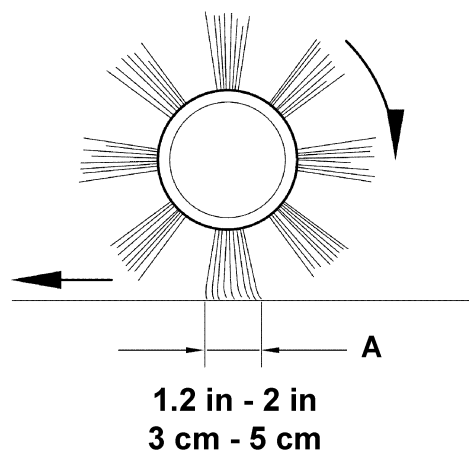
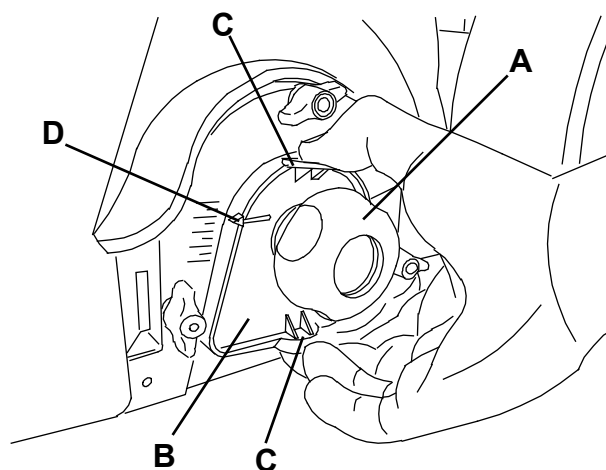

Figure 3
Figure 4
- Arrêter le balai central en appuyant sur l'interrupteur (1), puis déplacer la machine.
- Contrôler que la largeur de la trace (A, Fig. 3) laissée par le balai est comprise entre 3 et 5 cm dans toute sa longueur.
2. Positionner l'interrupteur général (1) sur "0".
3. Desserrer la poignée (A, Fig. 4) sur les deux côtés de la machine.
4. Saisir le support (B) aux points (C) et le déplacer vers l'extérieur, puis le soulever ou le baisser pour régler la hauteur du balai central. Pour l'ampleur du déplacement, se référer au repère (D). Enfin, visser et serrer la poignée (A) sur les deux côtés de la machine.